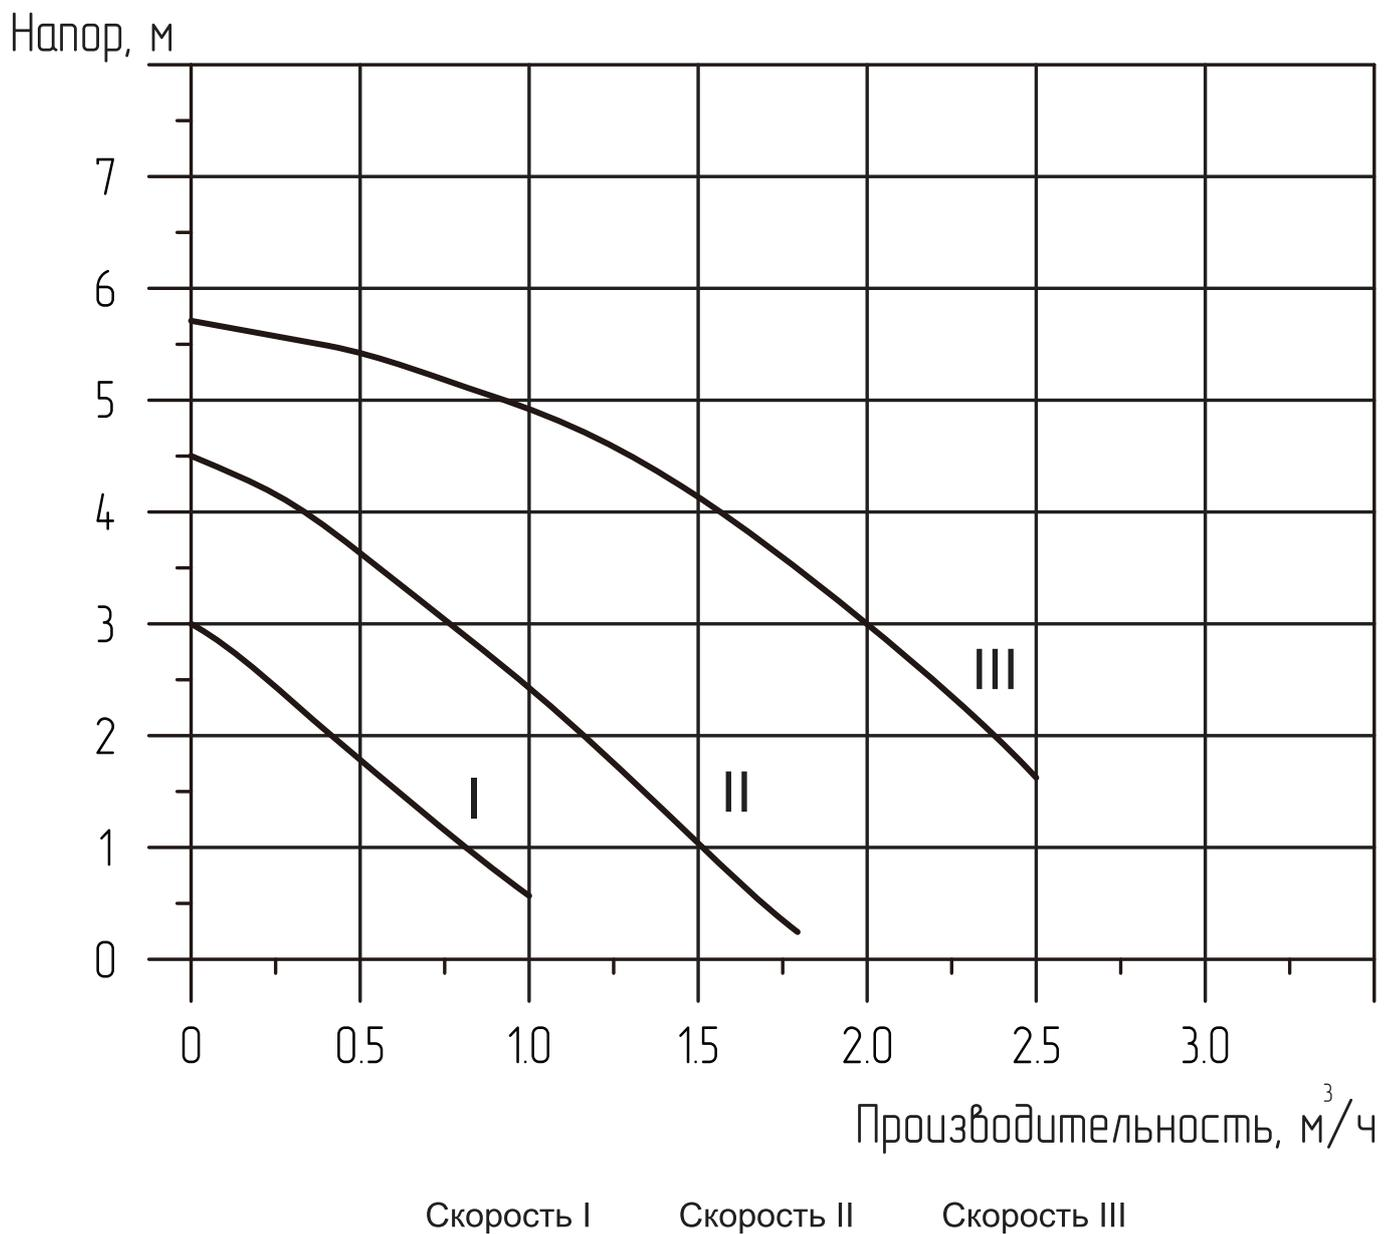

Рис.1 Остаточный напор для циркуляционного насоса 15-6S (для котлов ZOTA МК-X Slim 6- 24 кВт)
*График остаточного напора для циркуляционных насосов показан на **Рис.1**